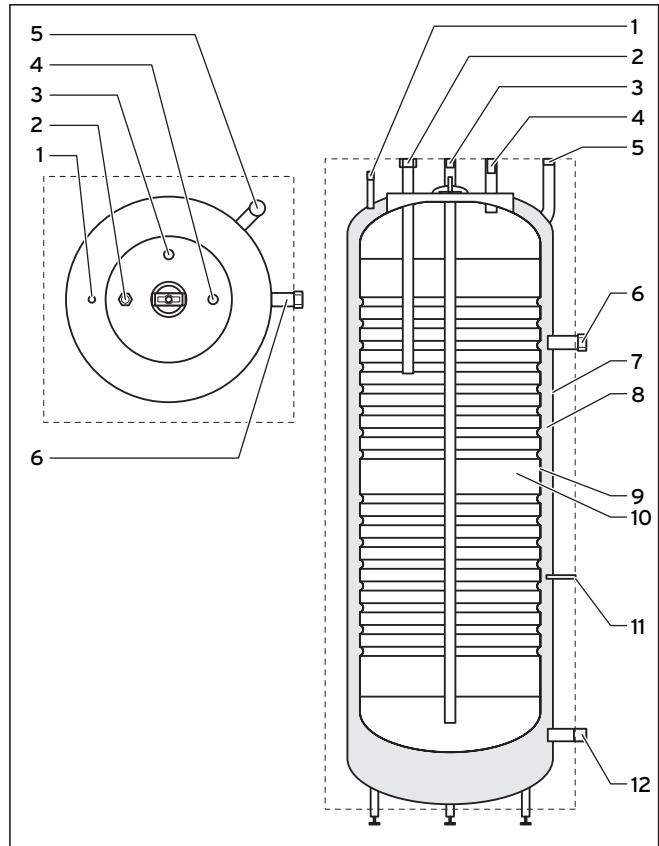

Рис. 2.1 Патрубки трубной обвязки, вид слева
VDH 300/2 является так называемым водонагревателем с теплообменом через двойную стенку, т.е. находящийся внутри накопительный резервуар (см. рис. 2.1, поз. 9) вварен во внешний накопительный резервуар (7). Их разделяет кольцевой зазор, через который может протекать прибл. 85 литров греющей воды. Внутренний накопительный резервуар состоит из коррозионностойкой нержавеющей стали и имеет объем прибл. 268 литров. Благодаря такой конструкции накопителя горячей воды вторичному объему (10) накопителя могут передаваться очень большое количество теплоты. Кроме того, Вы можете без колебаний эксплуатировать этот накопитель с водой с большим содержанием извести.